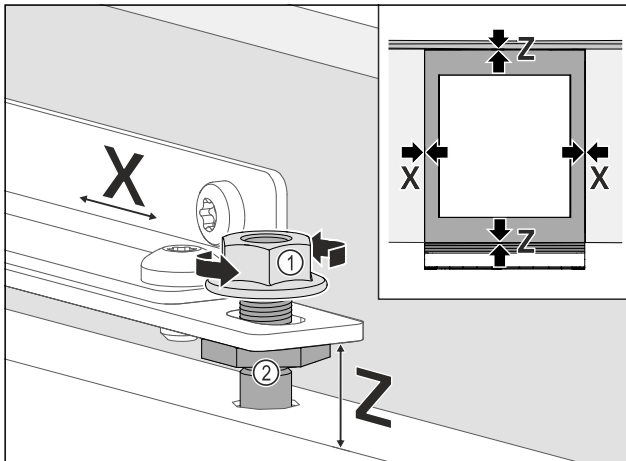

Fig. 75
- ▶ Möbeltür seitlich ausrichten: Kontermutter Fig. 75 (1) lösen, Möbeltür in **X** Richtung verschieben.
- ▶ Kontermuttern Fig. 75 (1) anziehen.
- ▶ Möbeltür in der Höhe **Z** und in der seitlichen Neigung ausrichten: Justagebolzen Fig. 75 (2) einstellen.